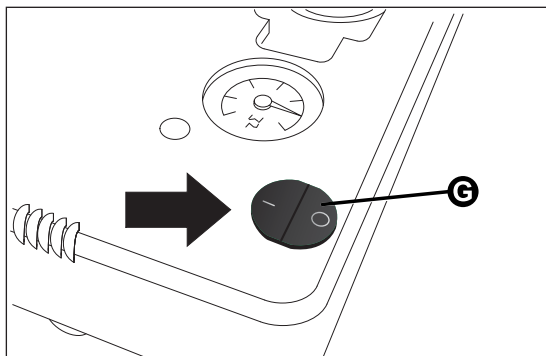

fig. 122
- s'assurer que l'interrupteur G fig. 122 soit sur 0 (éteint), puis démarrer le moteur ;